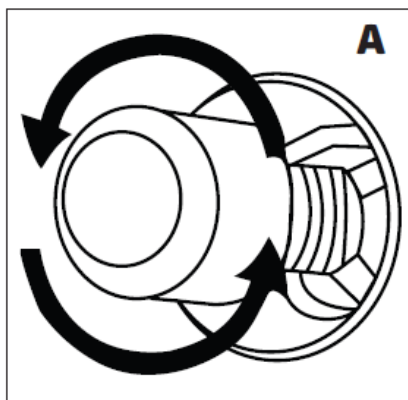
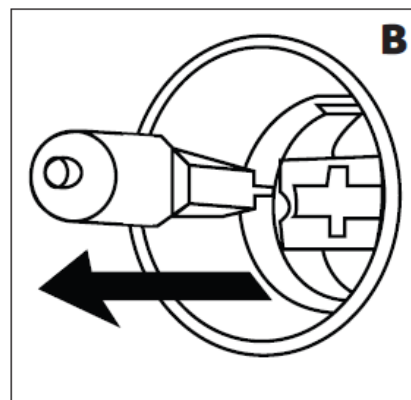

Figura 30
Figura 31
3. Apoi scoateți becul cuptorului prin rotirea acestuia (consultați figura 30) dacă este de tip **A**, sau prin tragere (consultați figura 31) dacă este de tip **B**.